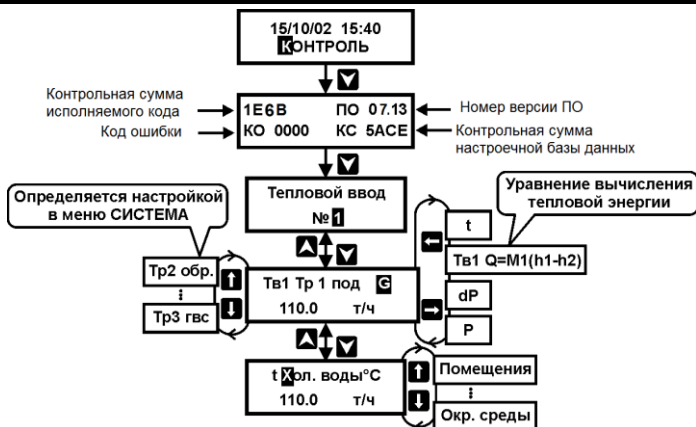

Рисунок 17 – Порядок действий по просмотру текущих параметров теплоносителя
1. Установить кнопками  или  пункт меню 1–ого уровня **КОНТРОЛЬ** (см. рисунок 17). После нажатия кнопки  представляется меню, отображающее номер версии ПО вычислителя и контрольную сумму базы данных;